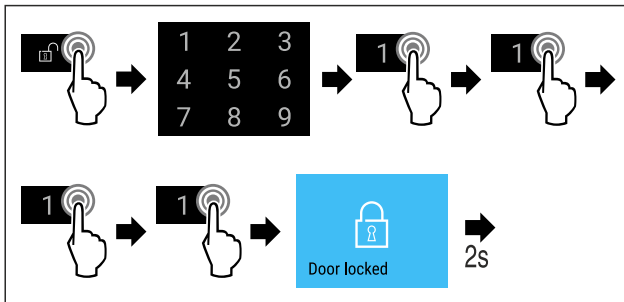

Fig. 75 Blocați ușa cu ajutorul codului 1 1 1 1.
- ▶ Efectuați pașii de acțiune (vezi Fig. 75) .